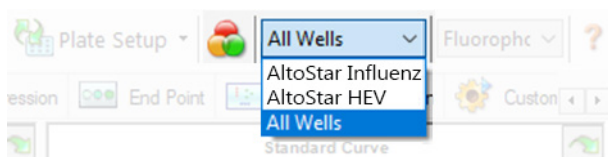

Figure 4: Bouton Well Group (Groupe de puits) et menu déroulant Well Group (Groupe de puits)
Dans la fenêtre Data Analysis (Analyse des données), veuillez à sélectionner le **Well Group** (Groupe de puits) du kit AltoStar® Influenza Screen & Type RT-PCR Kit 1.5. Pour cela, cliquez sur le menu déroulant **Well Group** (Groupe de puits) à droite en regard du bouton **Well Group** (Groupe de puits) (voir la figure 4) sur la barre d'outils. N'utilisez pas le **Well Group** (Groupe de puits) *All Wells* (Tous les puits). La sélection de la figure 4 est utilisée comme vue d'exemple général.
1. Dans la fenêtre Data Analysis (Analyse des données), veillez à sélectionner le **Well Group** (Groupe de puits) du kit AltoStar® Influenza Screen & Type RT-PCR Kit 1.5. Pour cela, cliquez sur le menu déroulant **Well Group** (Groupe de puits) à droite en regard du bouton **Well Group** (Groupe de puits) (voir la figure 4) sur la barre d'outils.
1. Dans la fenêtre Data Analysis (Analyse des données), veillez à sélectionner le **Well Group** (Groupe de puits) du kit AltoStar®Influenza Screen & Type RT-PCR Kit 1.5. Pour cela, cliquez sur le menu déroulant **Well Group** (Groupe de puits) à droite en regard du bouton **Well Group** (Groupe de puits) (voir la figure 4) sur la barre d'outils.